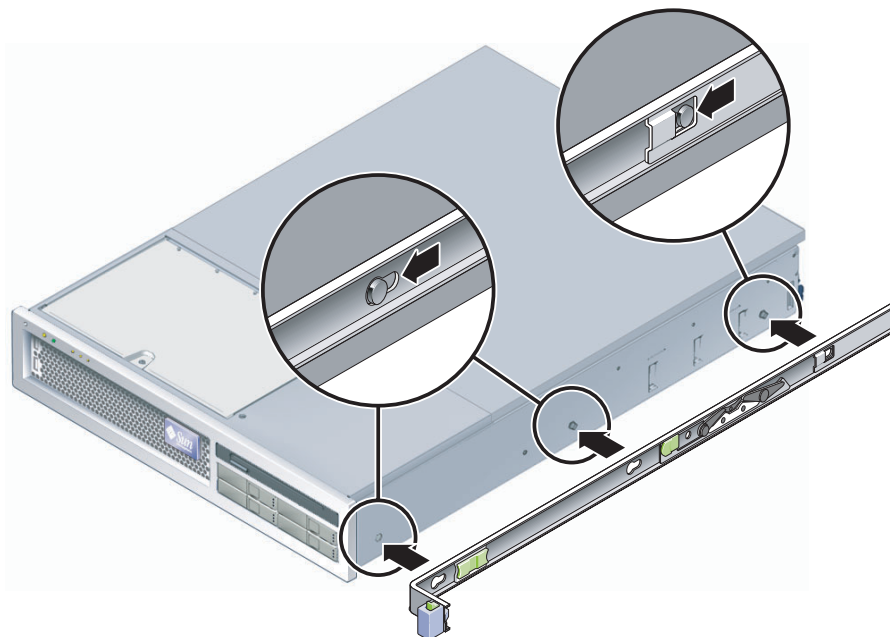

図 3-26 固定部品のシャーシへの取り付け
- a. スライドレールロックを前面側にして、固定部品の 3 つのはめ込み用の穴とシャーシ側の 3 つの位置決め用のピンの位置を合わせて、サーバーシャーシに固定部品を配置します (図 3-26)。
- c. 図 3-26 の右側に示されているように、3 つの位置決め用のピンがすべてのはめ込み用の穴に固定され、背面側の位置決め用のピンが固定部品のロックにかみ合っていることを確認します。